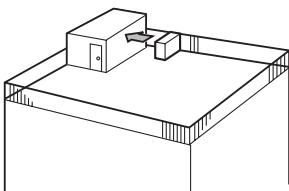

Fig. 2-3
- Vend luftutløpet mot nærmeste tilgjengelig vegg, omtrent 50 cm unna veggen. (Fig. 2-3)